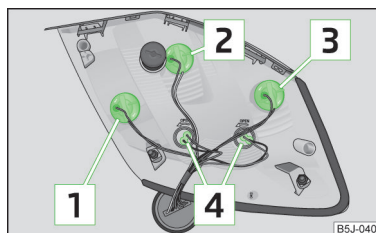

Fig. 163
Asignación de bombillas » fig. 163.
- Para cambiar la bombilla, gire el portalámparas hasta el tope en el **sentido contrario** al de las agujas del reloj y extráigalo de la carcasa » fig. 163.